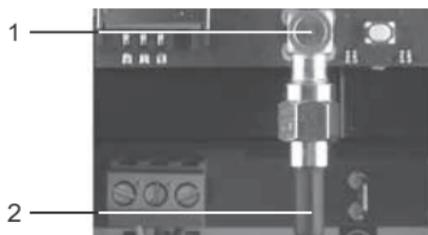

Fig. 2 Fichas SMA-M
Ligue o cabo da antena (pos. 2) ao módulo GSM (pos. 1) com uma ficha directa SMA-M. Consulte a fig. 2.